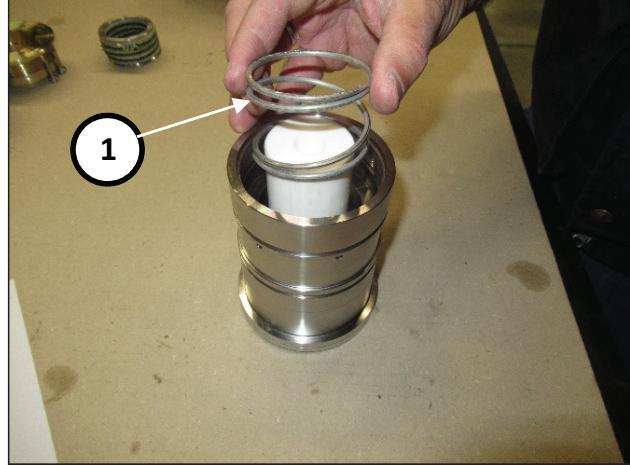

Fig. 176
Inserire la molla nella camicia (pos. ①, Fig. 176)